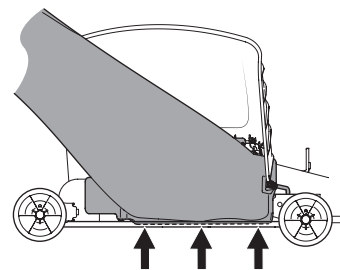

Figure 22
**IMPORTANT !** Veillez à bien placer le dessous de la goulotte à l'intérieur du rebord du plateau de coupe, comme illustré à la Figure 22.